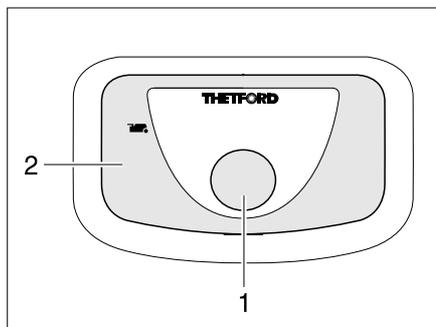

Bild 244 Spülknopf/Kontroll-Leuchte Thetford-Toilette
- Zum Spülen den blauen Spülknopf (Bild 244,1) drücken.
Die Kontroll-Leuchte (Bild 244,2) leuchtet, wenn die Thetford-Kassette entleert werden muss.
- Den Schieberhebel (Bild 244,1) im Uhrzeigersinn schieben. Der Schieber wird geschlossen. Zum Entleeren **muss** in der Thetford-Toilette der Schieber geschlossen sein.